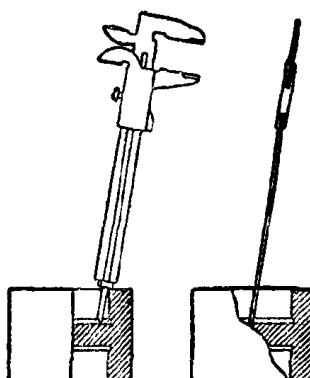

图19 错误的测量孔深的方法
(12) 在测量工件的孔深时，游标卡尺的测深杆要垂直，如果像图 19 那样歪斜地测量是错误的。